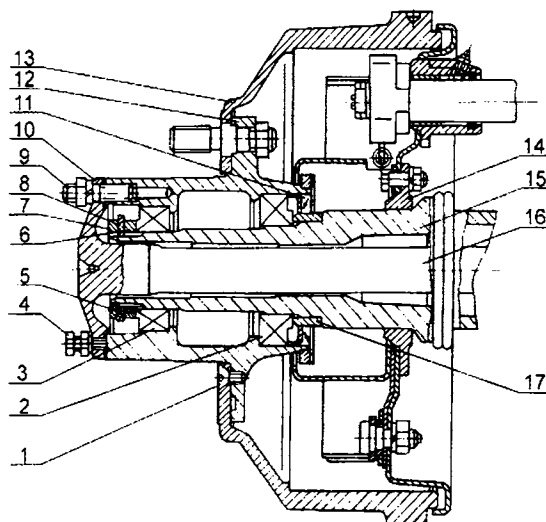

Рис. 4-9. Ступица заднего колеса КААЗ
2. Вынуть полуось 16 (рис. 4-9.), ослабив контргайку и ввернув болт-съёмник 4.